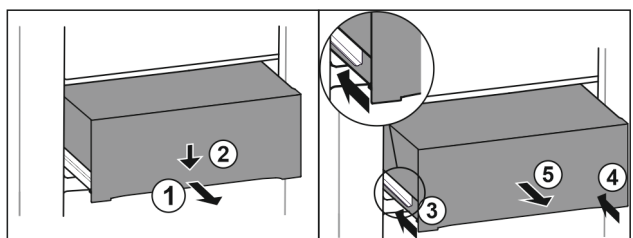

Fig. 157
- ▶ Вытяните выдвижной ящик наполовину. Fig. 157 (1)
- ▶ Вдавите выдвижной ящик в передней части вниз. Fig. 157 (2)
- ▶ Задвиньте левую направляющую прим. на 2 см. Fig. 157 (3)
- ▶ Задвиньте правую направляющую прим. на 2 см. Fig. 157 (4)
- ▶ Извлеките выдвижной ящик движением вперед. Fig. 157 (5)